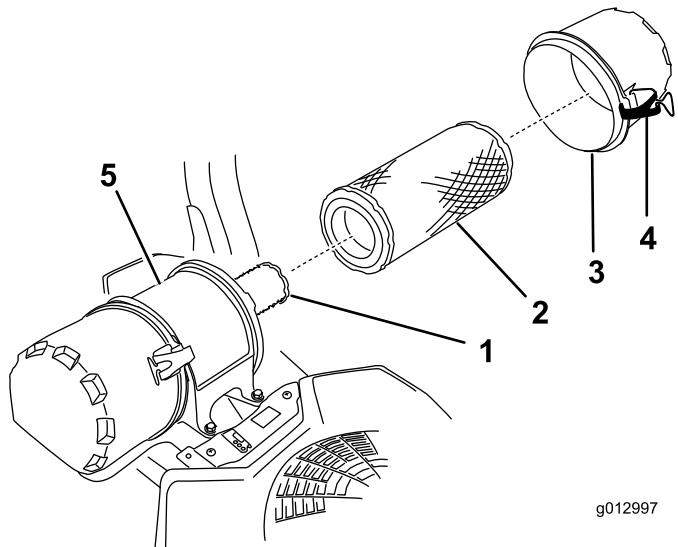

Figura 44
6. Abra los cierres del limpiador de aire y tire de la tapa del limpiador de aire para separarla del cuerpo del limpiador de aire (Figura 44).
8. Extraiga con cuidado el filtro primario del cuerpo del limpiador de aire (Figura 44).
2. Si va a cambiar el filtro interno, deslícelo cuidadosamente en el cuerpo del filtro (Figura 44).
3. Deslice cuidadosamente el filtro primario por encima del filtro interno (Figura 44).
4. Instale la tapa del limpiador de aire y fije los cierres (Figura 44).